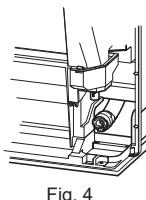

Fig. 4
- Oriente a tubagem de drenagem, certifique-se de que a mangueira de drenagem (1) é orientada de acordo com o indicado. (Fig. 4)